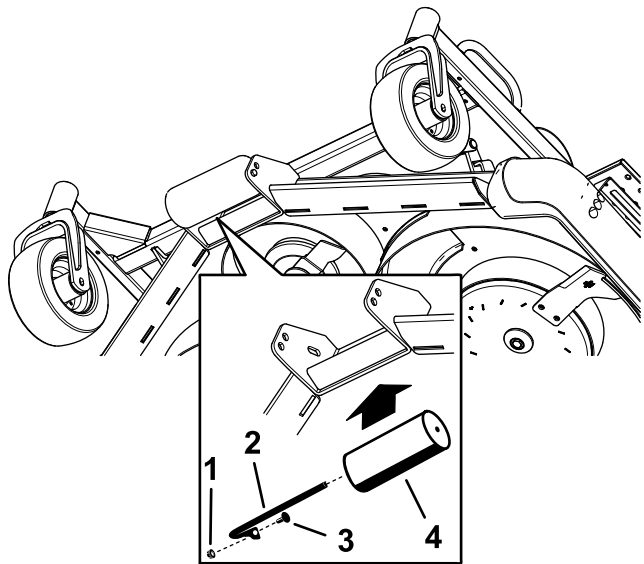

Figura 31
5. Aliniați rola cu orificiile corespunzătoare și montați arborele cu urubul și piulița (Figura 31).